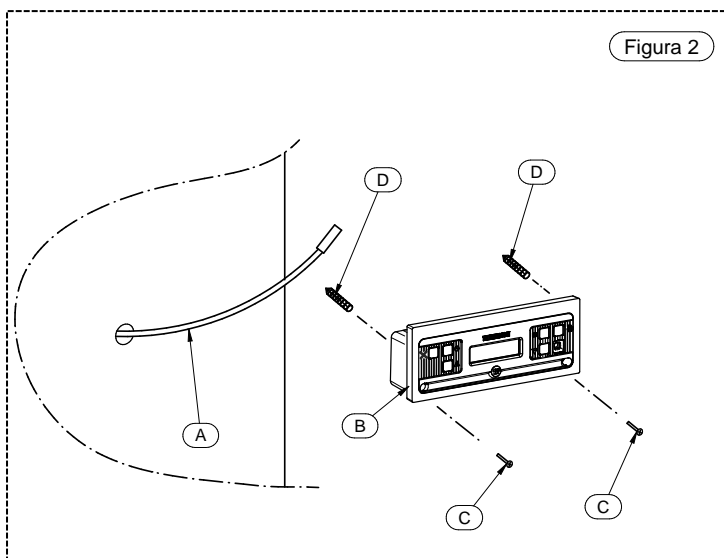

Figura 2
- Riasssemblare ora la scheda X, precedentemente smontata, al supporto B collegando per primo il cavo del pannello comandi alla scheda stessa e fissare le 4 viti Y e procedere al fissaggio del frontalino comandi completo al muro di supporto (Figura 2).
E' possibile canalizzare il flusso di aria calda nelle canalizzazioni, in modo da portarla in altre stanze. Per canalizzare l'inserto è necessario installare il collarino C con le viti A nell'apposita staffa (Figura 2).